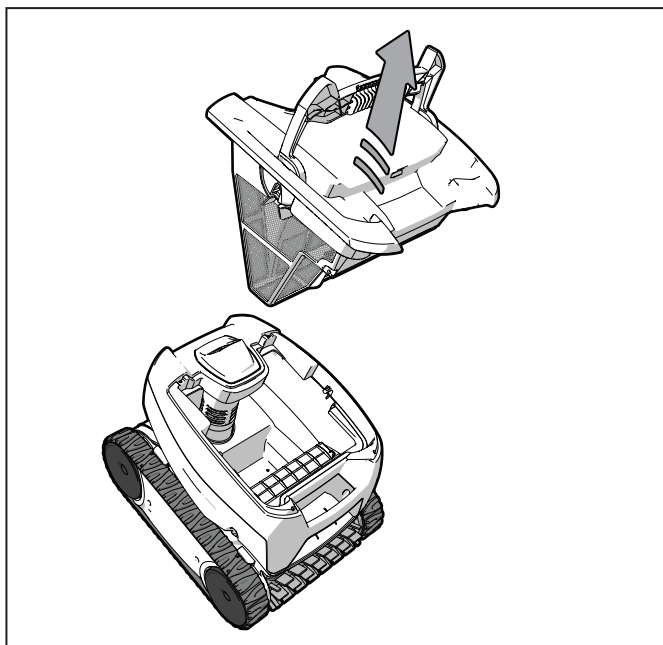

Figure 11. Extraer el cartucho del filtro
3. Sostenga la manija y eleve para extraer el cartucho del filtro (Figure 11).